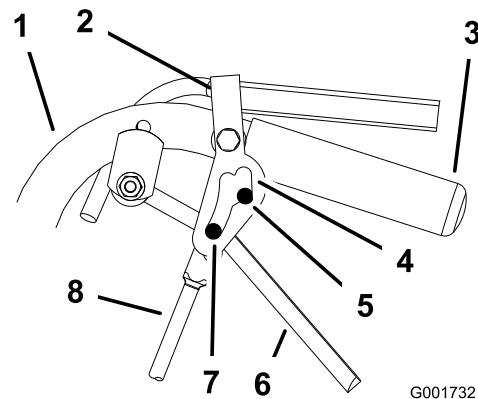

Figure 37
- Déverrouillez et verrouillez le point mort en vérifiant que la roue ne tourne pas (Figure 37). Continuez cette procédure jusqu'à ce que la roue arrête de tourner.